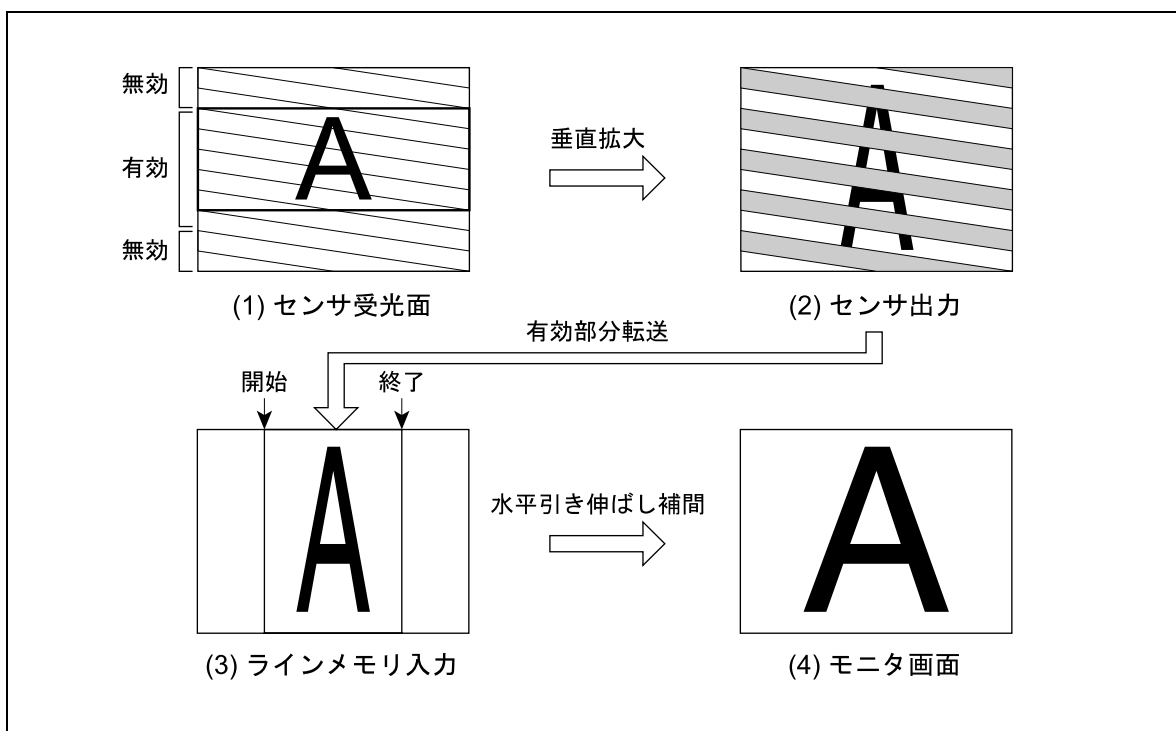

図2.34 電子ズーム処理遷移
電子ズーム処理の遷移を図 2.34に示します。
通常 CCD イメージセンサで受けた映像は、TG により電荷転送タイミングを制御しています。電子ズームでは、マイコンからのソフトウェアによって TG の駆動タイミングを制御し、図 2.34 (1) に示すように画面の不要部分を掃き出し、有効部分のみ映像信号として転送します。有効部分のみ転送することによって、同図(2)のように信号が欠けた映像となってしまいます。そこで電子ズーム処理内で 256 階調のリニア内挿補間を行い、同図(3)のような画面を作り出します。